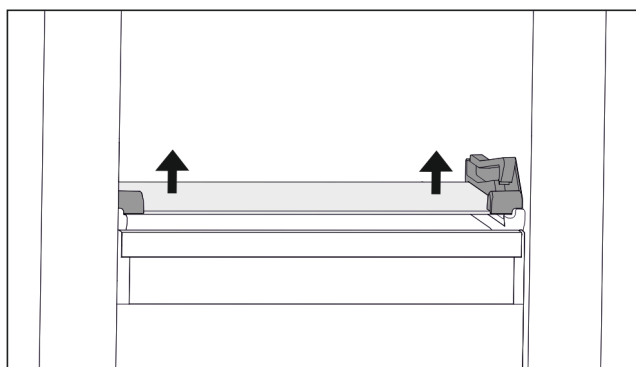

Fig. 66 Sklenená doska sklopnej zásuvky
- ▶ Na oboch stranách potlačte sklenenú dosku zospodu nahor. (pozri Fig. 66)